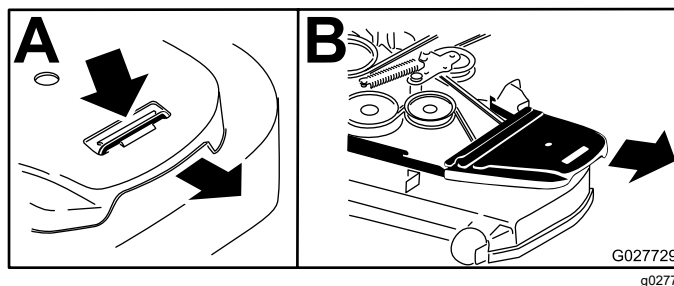

Figura 72
4. Retire las cubiertas de la correa (Figura 72).